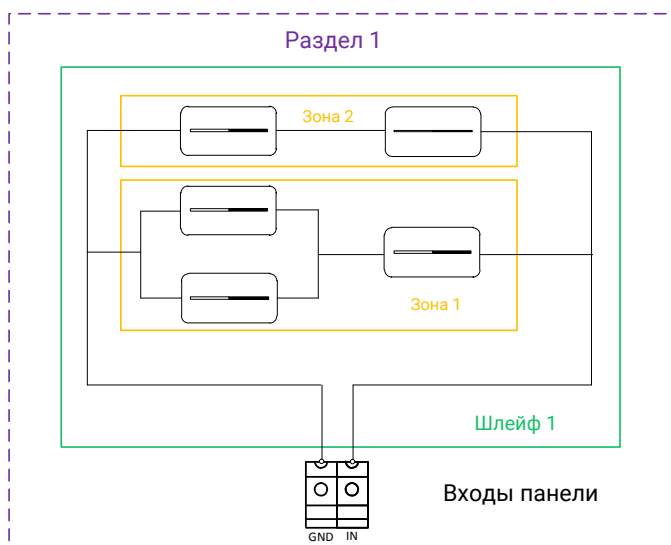

Рисунок 6. Пример формирования зон, шлейфов и разделов
- **Шлейф** - линия связи (провод), по которой датчики подключаются к панели. Шлейф может содержать одну и более зон (рис. 6).